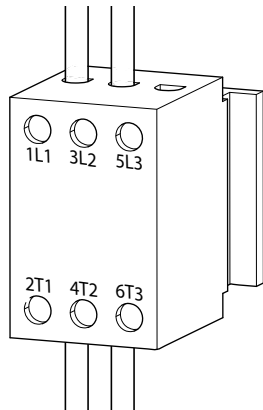

图 16: 断连开关接线端子
5. 将接地线连接到电源接线盒 (AJ) 内的接地片。
6. 参见图 16 并将电源线连接到断连开关接线端子 4T2 和 6T3。